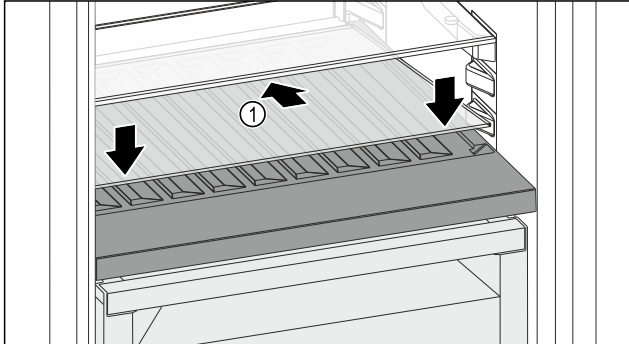

Fig. 146
- Вставте скляну полицю Fig. 146 (1) під кутом, нахиливши назад і донизу.
- Опустіть скляну полицю Fig. 146 (1) вперед.